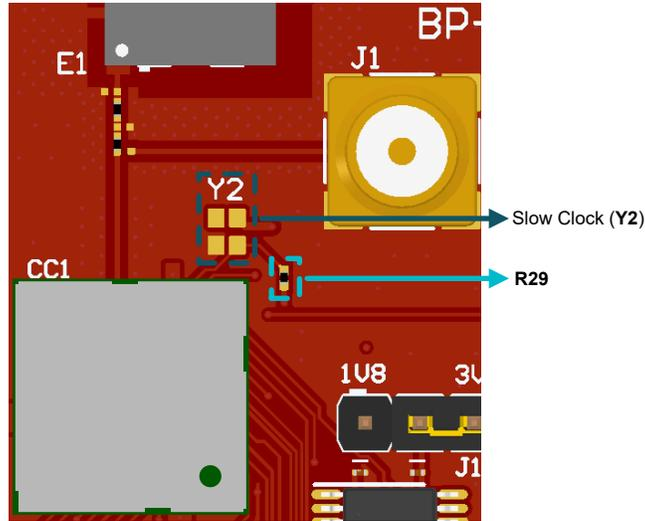

図 2-8. BP-CC33X1MOD 外部低速クロック
1.8V 電源のアクティブ電流を測定するには、ジャンパ J15 のシャントを取り外し、 0.01Ω の抵抗を並列に接続する必要があります (図 2-8 を参照)。ジャンパ J16 と 3.3V 電源を使用した場合も同様の操作になります。
ユーザーが低速クロック入力ピン (P2.19) を介して独自の外部低速クロックを提供する場合は、何らかの再作業を行う必要があります。Y2 発振器を取り外し、0201 サイズの 0Ω 抵抗を R29 パッドに実装する必要があります。図 2-8 を参照してください。BOM を低減するために、低速クロックを内部で生成することもできます。